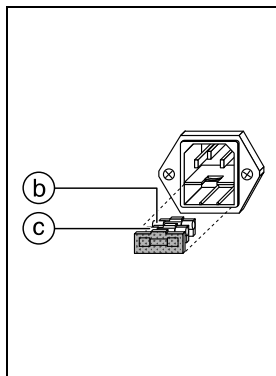

Fig. 2.2
Remplacer le fusible défectueux ② par un fusible neuf ③ dont on aura préalablement vérifié l'ampérage (fig. 2.2).
Reemplazar el fusible defectuoso ② con el nuevo, observe que las características del nuevo fusible ③ sean correctas (véase la Fig. 2.2).